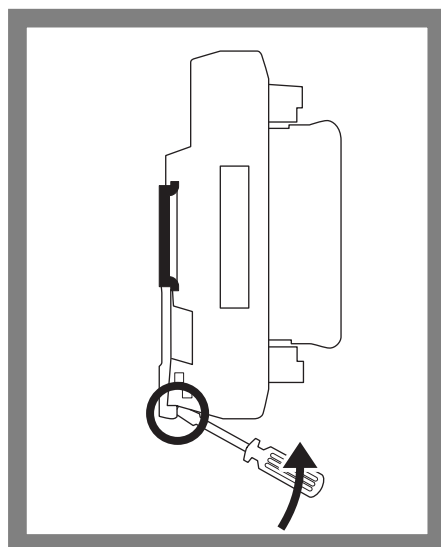

Abb. 3: Das SCALA WIEGAND-Modul demontieren
- 1 Demontieren Sie das SCALA WIEGAND-Modul wie in Abb. 3 dargestellt.